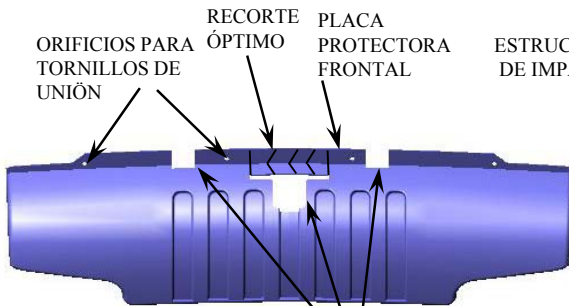

FIGURA 2
①	Cant. (2)	PERNO HEXAGONAL, 1/2" -13 x 1-1/2" Gr. 5	⑤	Cant. (4)	PERNO HEXAGONAL, 1/2" -13 x 1-1/4" Gr. 5
②	Cant. (6)	ARANDELA CÓNICA, 1/2"	⑥	Cant. (2)	ARANDELA DE BLOQUEO, 1/2"
③	Cant. (2)	BLOQUE - 1/4 X 1-1/2 x 3	⑦	Cant. (4)	TUERCA DE MANIJA, 1/2"-13
④	Cant. (2)	TUERCAS HEXAGONALES, 1/2"-13	⑧	Cant. (2)	AMARRES DE CABLES (NO SE EXHIBEN)
- RETIRE (6) TORNILLOS DE UNIÓN DE LA PLACA PROTECTORA (4 UBICADOS COMO SE INDICA EN LA FIGURA 2 Y (2) UBICADOS EN EL LADO POSTERIOR DE LA ESTRUCTURA DE IMPACTO) CON UN BUEN DESTORNILLADOR DE ESTRELLA NUMERO 2.
- PREGUNTE AL CLIENTE ANTES DE RECORTAR LA PLACA PROTECTORA. RECORTE LA PLACA PROTECTORA COMO SE MUESTRA EN LA FIGURA 2. USE EL ENGANCHE COMO PATRÓN.